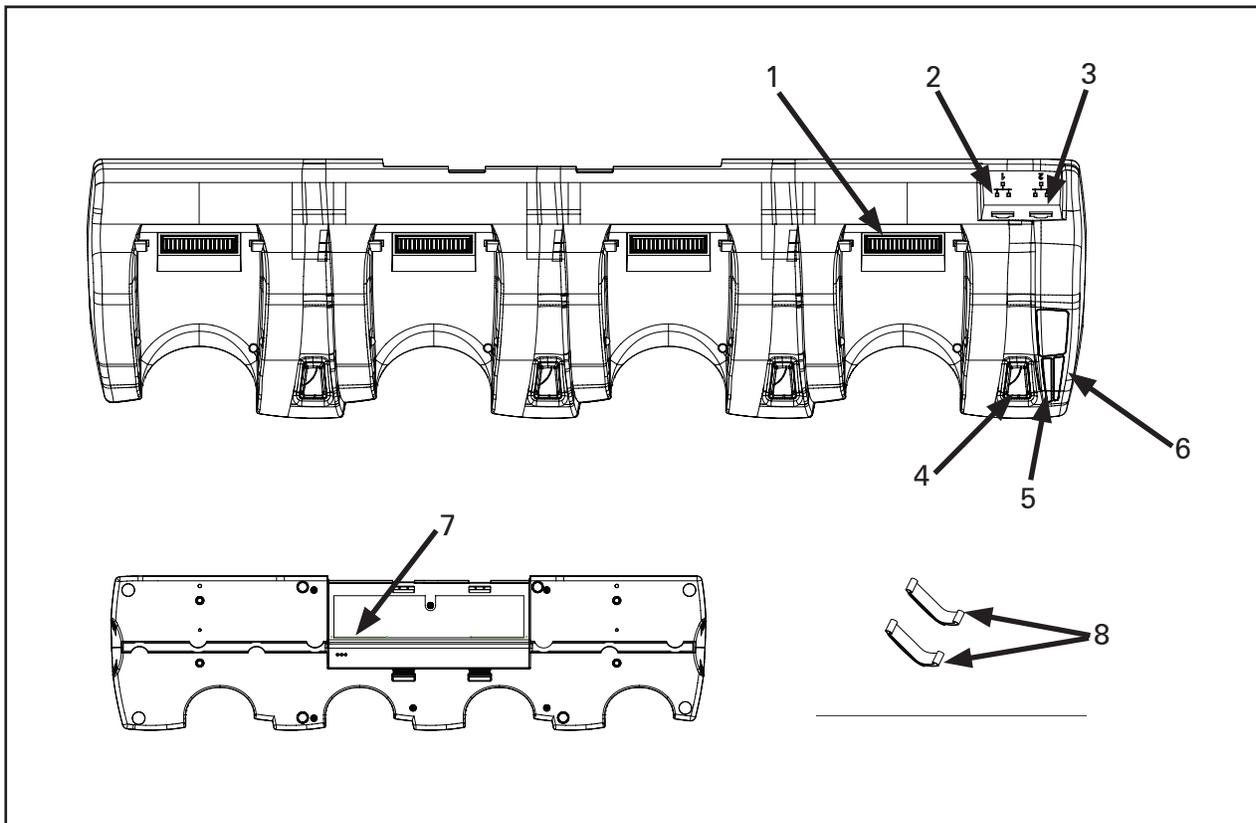

Abbildung 2: QLnEC4
2. Schließen Sie den Netzadapter an die DC-Buchse an der Unterseite der Station an (Abbildung 2, Nr. 7).
4. Schließen Sie das Ethernet-Kabel an die Ethernet-Buchse 1 (Abbildung 2, Nr. 2) an der Rückseite der Station an. Achten Sie darauf, dass das Netzadapterkabel nicht schadensträchtig verlegt wird. Um unerwünschtes Aufliegen der Kabel auf scharfkantigen Komponenten zu vermeiden, montieren Sie das Kabel überall dort, wo es durch Öffnungen geleitet wird, unter Verwendung geeigneter Durchführungshülsen und Klemmvorrichtungen.
5. Über die Ethernet-Buchse 2 (Abbildung 2, Nr. 3) können Sie bis zu vier (4) Stationen in Serie anschließen.